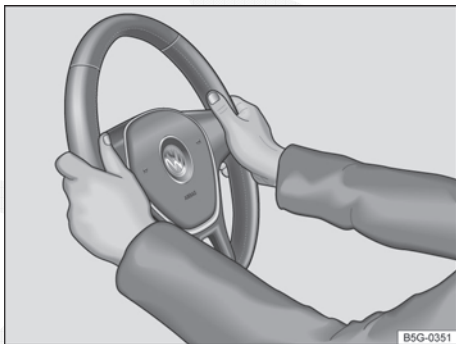

Fig. 54 No volante: posição 9 e 3 horas.
- Ajustar o volante de forma que possa ser segurado lateralmente com ambas as mãos e braços ligeiramente arqueados na borda externa (posições 9 horas e 3 horas) ⇒ Fig. 54 ⇒ ⚠.
- Segurar o volante sempre com ambas as mãos lateralmente na borda externa (posição das 9h e 3h) ⇒ Fig. 54 durante a condução, para reduzir ferimentos causados por um acionamento do airbag frontal do condutor.